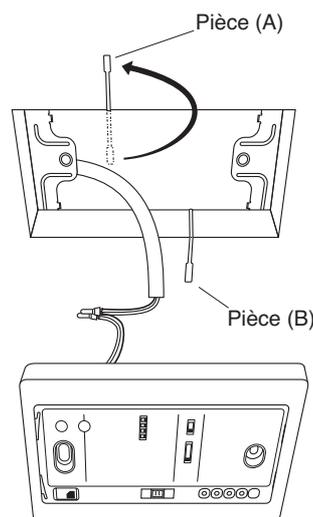

Fig. 11-27
4. A l'aide des parties (A) et (B), maintenez le support. (Fig. 11-27)